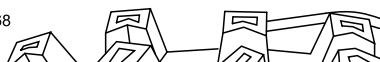

Рисунок 30
2. При отпущенном рычаге тяги проверьте штифт в удлиненном пазу, находящемся с левой стороны машины над шиной (Рисунок 30).
Примечание: Между передней кромкой паза и передней кромкой штифта должен быть зазор величиной 6 мм (Рисунок 30).